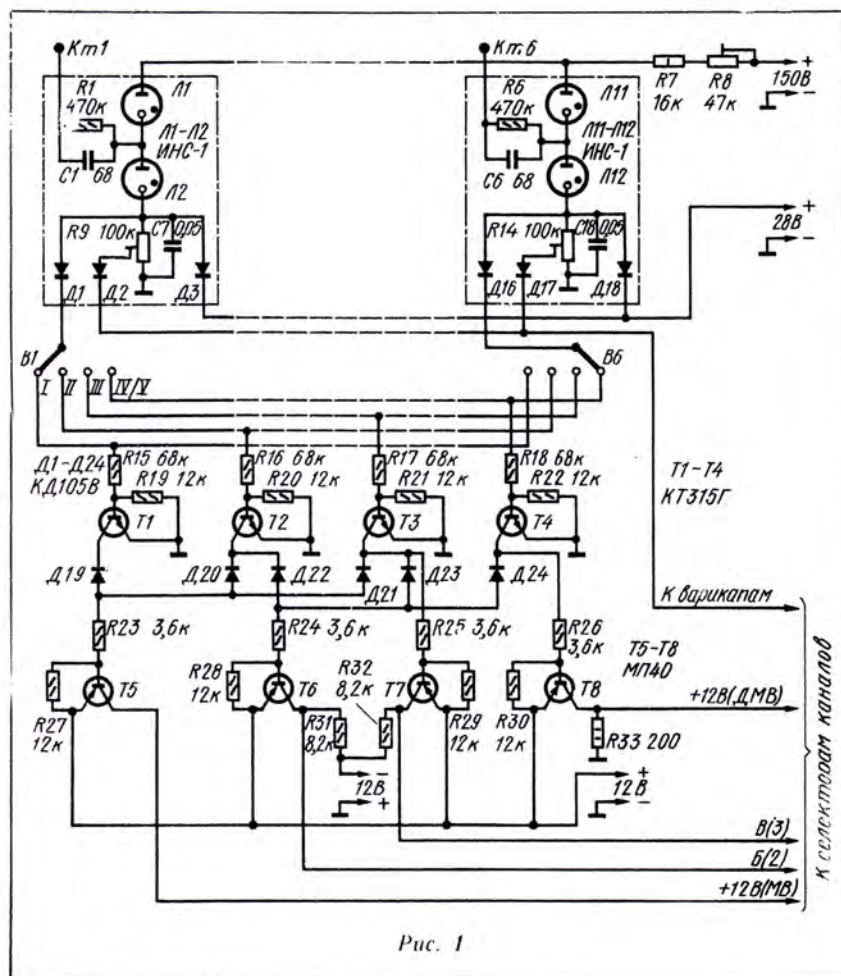

Рис. 1
**П**ринципиальная схема сенсорного устройства на неоновых лампах, обеспечивающего переключение селекторов каналов СК-М-18 (СК-Д-18) и СК-В-1, приведена на рис. 1. В устройство входит шесть одинаковых управляющих каскадов, в каждом из которых переключающими элементами служат две лампы, включенные последовательно. Способ управления сенсорным устройством основан на подключении емкости тела человека относительно шасси к точке соединения неоновых ламп.